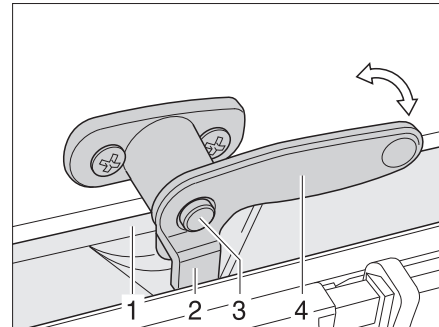

Bild 78 Verriegelungshebel mit Sicherungsknopf in Stellung "geschlossen"
- Falls vorhanden, den Sicherungsknopf (Bild 78,3) drücken und gedrückt halten.